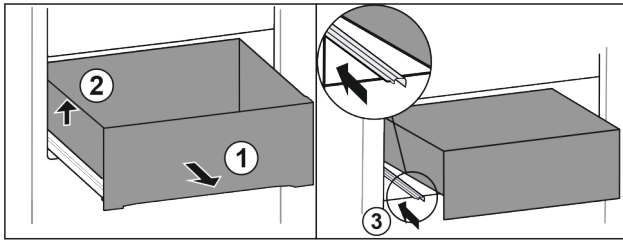

Fig. 92
- ▶ Estrarre il cassetto fino all'arresto. Fig. 92 (1)
- ▶ Sollevare il cassetto a sinistra. Fig. 92 (2)
- ▶ Inserire la guida sinistra. Fig. 92 (3)